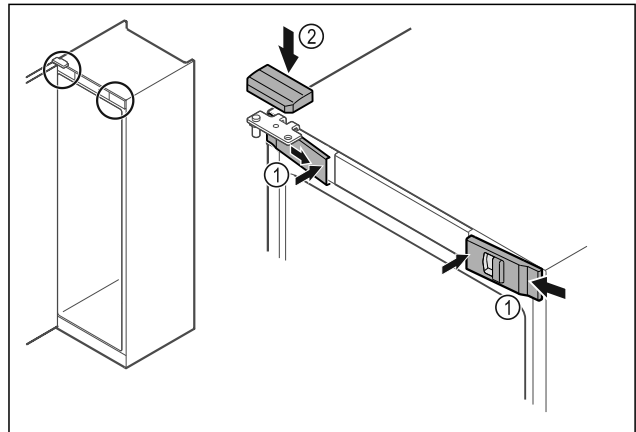

Fig. 52
- ▶ Įkabinkite priekines dengiamąsias plokšteles Fig. 52 (1) šone ir užfiksuokite vidinėje pusėje.
- ▶ Užfiksuokite viršutinę dengiamąją plokštelę Fig. 52 (2) iš viršaus.